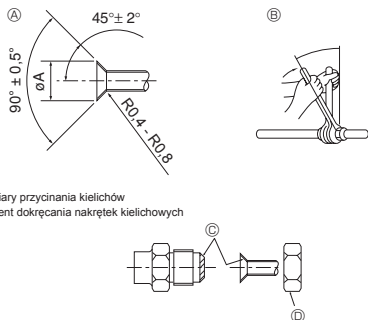

Fig. 5-1
(A) (Fig. 5-1)
(B) (Fig. 5-1)
5.2. Łączenie rur (Fig. 5-1)
- Przed dokręceniem nakrętki kielichowej należy nasmarować powierzchnię połączenia rury i złączki cienką warstwą oleju chłodniczego. (A)
- Połączenia rurowe należy dokręcać za pomocą 2 kluczy. (B)
- Nasmarować całą powierzchnię połączenia kielichowego olejem do chłodziarek. (C)
- Zastosować nakrętki kielichowe dla poniższych średnic rur. (D)